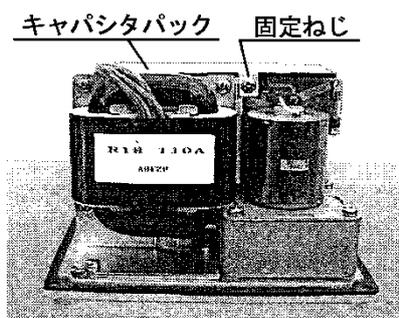

図 1
- 2) キャパシタパックの固定ネジ 2 個を外してください。(図 1、2 参照)